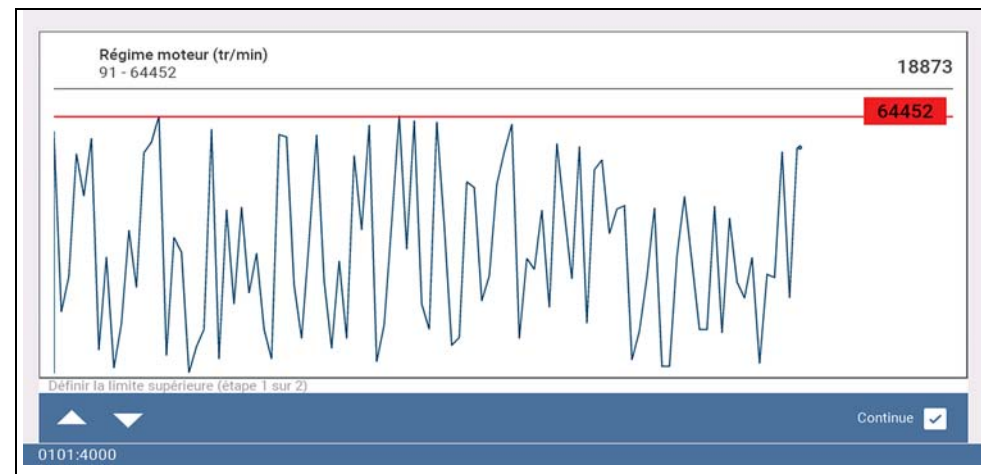

Figure 4-26
Un graphique du PID mis en surbrillance et les icônes de configuration s'affichent (*Figure 4-26*).
Le point de déclenchement supérieur doit d'abord être défini. Une ligne horizontale rouge est affichée sur le graphique de données (*Figure 4-26*) représentant le point de déclenchement supérieur.
- Utilisez les flèches de la barre d'outils inférieure (*Figure 4-26*) ou les flèches haut ▲ et bas ▼ pour modifier la position du point de déclenchement supérieur.